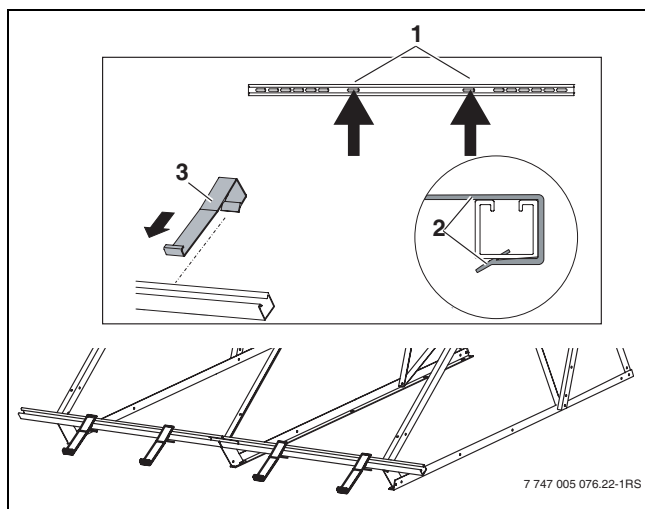

Bild 26 Abrutschsicherungen einhängen
- ▶ Abrutschsicherungen (Bild 26, [3]) jeweils in den innen liegenden Langlöchern [1] von außen so weit über die Profilschienen schieben, bis sie einrasten [2].